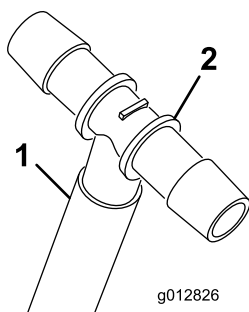

Figure 16
A. Insérez un collier sur le flexible court puis insérez le raccord en T au bout du flexible (Figure 16).